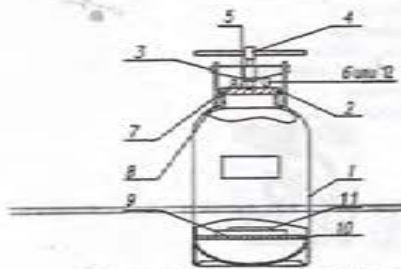

Рисунок 4— Устройство установки
5.13. Во время работы установка не прикасаться к горелке поверхностям установки, не наклонять, не перемещать и не поднимать установку, не выключать вент 4 задняя крышки 2 (рисунок 4) установки.